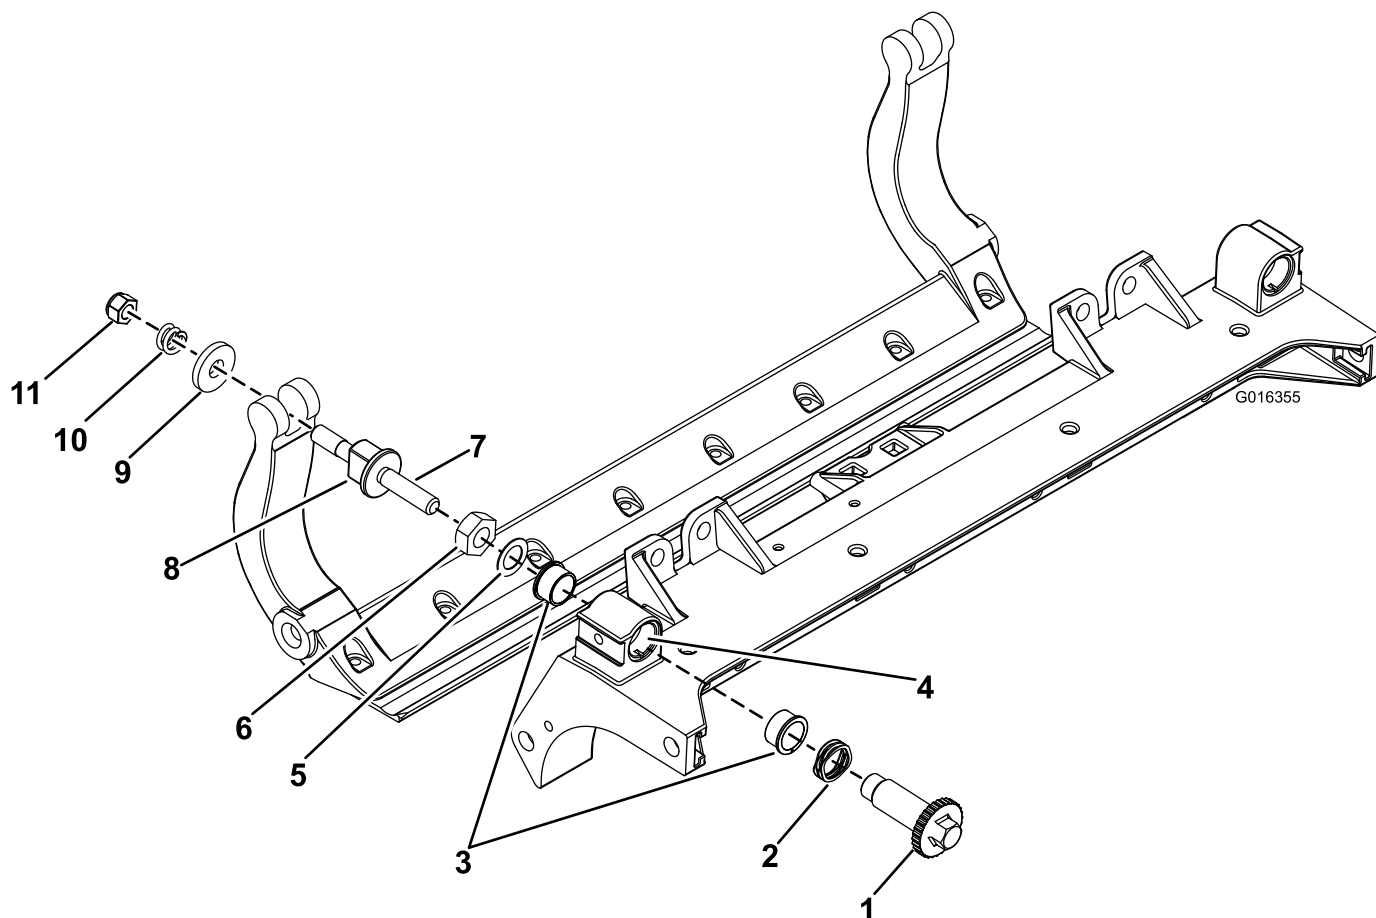

Bild 33
1. Entfernen Sie alle Teile, siehe *Installationsanleitung* für das HD-DPA-Kit, Modellnr. 120-7230, und Bild 33.
2. Tragen Sie ein Gleitmittel innen im Büchsenbereich am mittleren Schneideinheitrahmen auf (Bild 33).
3. Fluchten Sie die Keile an den Flanschbüchsen mit den Schlitten im Rahmen aus und setzen Sie die Büchsen ein (Bild 33).
4. Legen Sie eine Wellenscheibe auf die Einstellerwelle und schieben Sie die Einstellerwelle auf die Flanschbüchsen im Rahmen der Schneideinheit (Bild 33).
5. Befestigen Sie die Einstellerwelle mit einer Flachscheibe und einer Sicherungsmutter (Bild 33). Ziehen Sie die Sicherungsmutter mit 20-27 N-m an.
- B. Legen Sie eine Stahlscheibe außen auf jede Nylonscheibe (Bild 33).